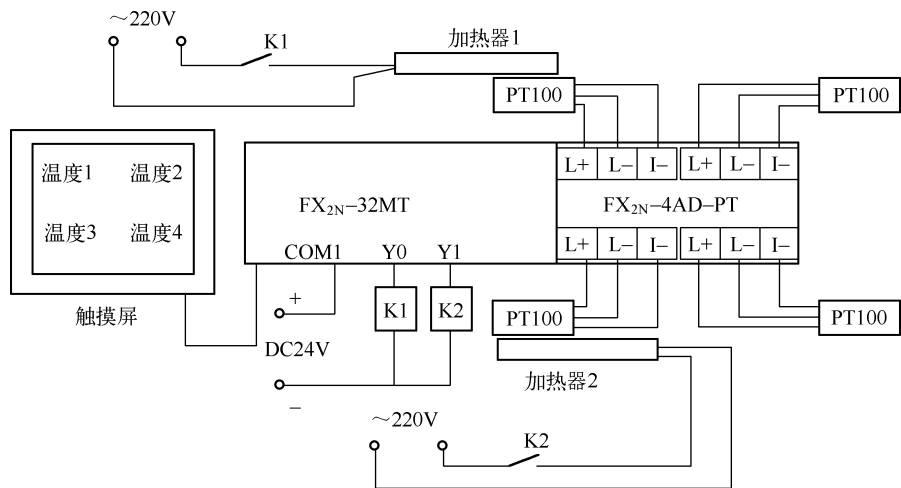
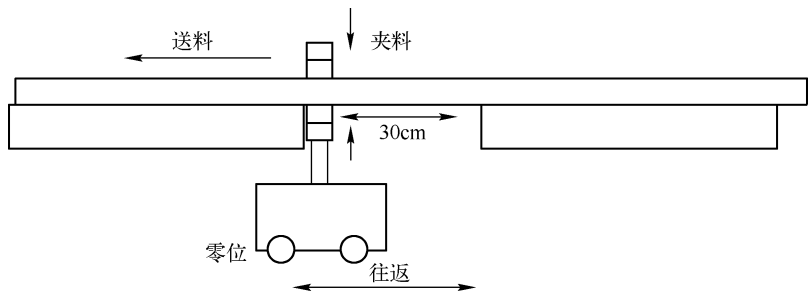

图 9-58 两路恒温控制系统接线示意图
图 9-59 自动送料系统示意图
(2) 设计一个两路恒温控制系统, 将两把 25W 电烙铁和 PT100 传感器绑在一起, 分别设定 65℃ 和 75℃, 进行温度控制, 并加入 PID 运算, 改进 PID 参数。两路恒温接线系统的接线图如图9-58所示。
(3) 设计一个远程温度显示系统, 采用 1:1 网络通信, 加入远程启停功能, 可以远程显示当前温度功能。
(4) 设计一个自动送料机构, 一次送料长度最大为 30cm, 由步进电机控制, 现在要设计一款 10 ~ 2000cm 可调的送料机构, 要求有触摸屏设置, 按下执行按钮后可自动执行。自动送料机构示意图如图9-59所示。